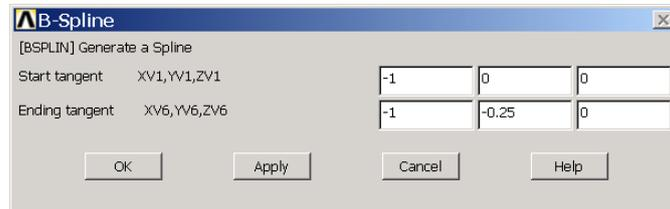

图10.11 设置样条曲线
(7) 单击 **Main Menu>Preprocessor>Modeling>Create>Lines>Splines>With Options>Spline thru KPs** 菜单, 依次选择关键点 2、3、4 和 5, 然后单击【OK】按钮, 弹出如图 10.11 所示的对话框。